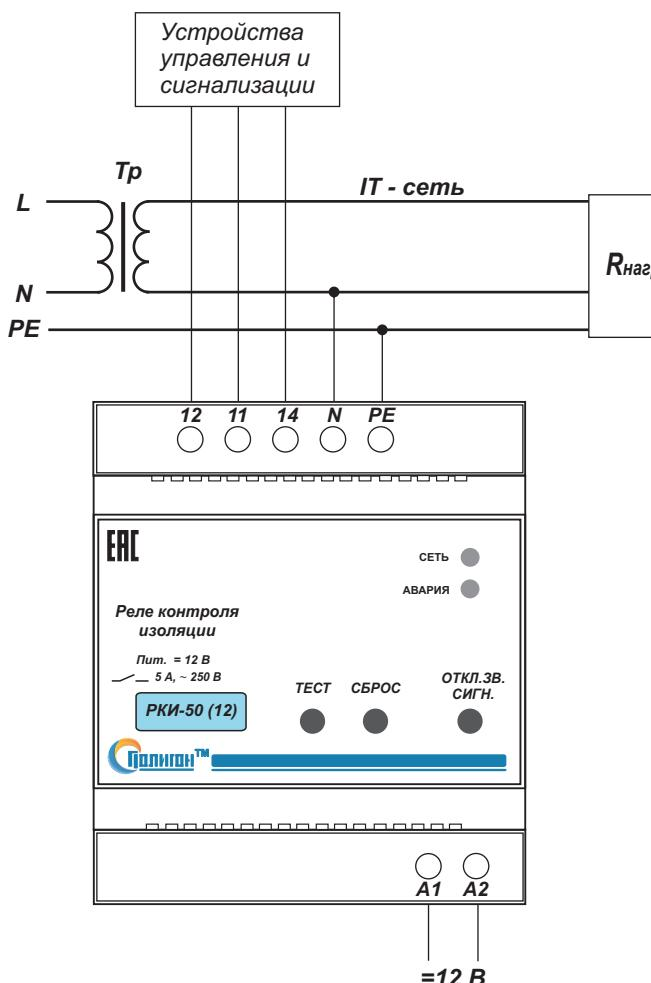

Рис.1. Типовая схема подключения блока РКИ-50 (12).
4.3. Произвести подключение реле контроля изоляции РКИ-50 согласно маркировке (рис.1.): N - нейтраль ; PE -